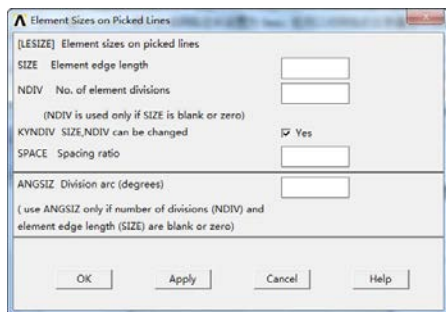

图 4-68 线网格控制对话框
① 设置线的网格大小。在图 4-65 中，单击线网格的设置，选择线 1，单击“OK”按钮，将弹出如图 4-68 所示的线网格控制对话框，将“NDIV”设置成 10（表示将该线划分成 10 份），也可以设置“SIZE”的大小。同样的方法分别将线 2、3、7、6、9 的“SIZE”设置成 0.002，将线 5、10 的“NDIV”分别设置成 10 和 20。至此完成了线的网格大小控制（注：并不是每一条线都需要设置，可以根据自己需要对相应的部位进行控制，因为药柱的内表面是受力严重的部位，所以对该处的网格进行了相应程度的加密）。